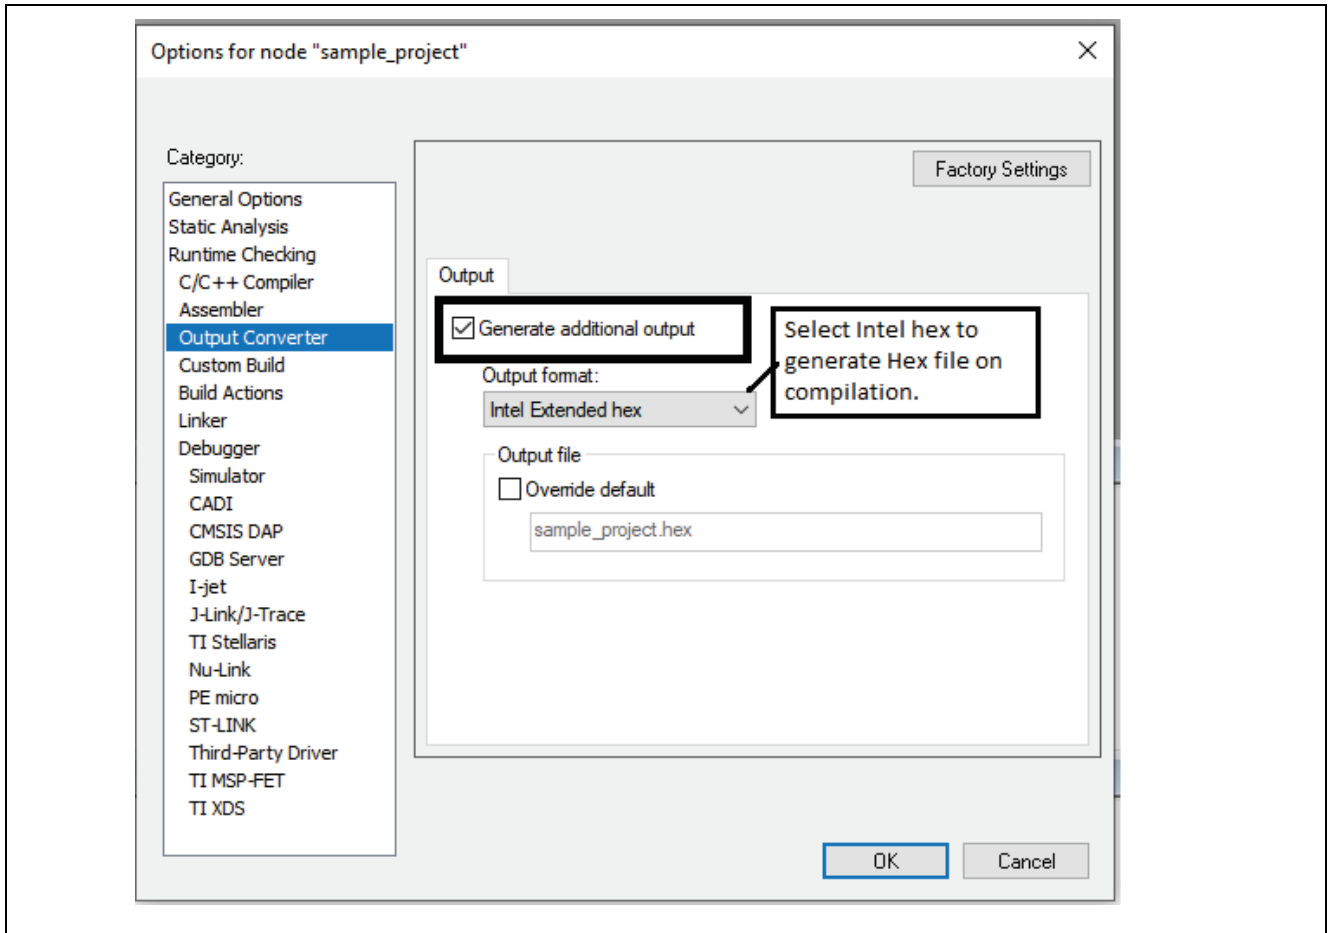

图 22. 输出转换器（Output Converter）
4. 在同一 Options 菜单中，选择 Category 中的 Output Converter。勾选 Generate additional output，Output format 选择为 Intel Extended hex，如图 22 所示。